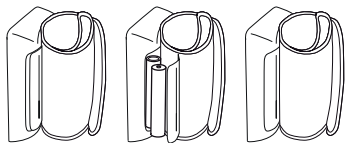

Fig. 1
- Ouvrez le couvercle du compartiment à piles situé sous l'appareil (voir la fig. 1). Insérez les piles (cf. Chapitre 12 « Caractéristiques techniques »). Veillez à faire correspondre les polarités « + » et « - ». Refermez le couvercle du compartiment à piles. 12 h ou 24 h clignote sur l'écran. Réglez désormais tel que décrit ci-dessous la date et l'heure.